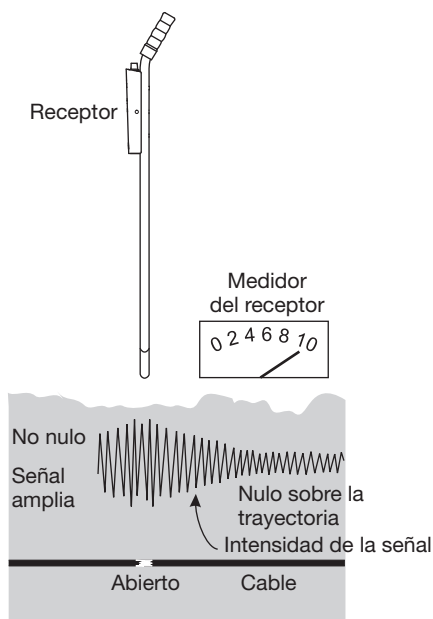

Figura 3 – Localización del Extremo de un Cable Roto
- El extremo de un cable cortado o roto se puede localizar siguiendo la trayectoria hasta que la anulación desaparezca y se comience a detectar un punto caliente. Más allá del punto caliente, no podrá detectarse ninguna anulación. Retroceda hasta que detecte la anulación, y esto será el extremo aproximado del cable roto. (Consulte la Figura 3).